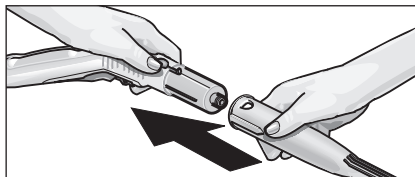

Fig. 2: Empalme de un accesorio a la pistola aplicadora de vapor
- Acople el accesorio que se vaya a utilizar (D1,E1,F1) a la pistola aplicadora de vapor (C1). Para ello, empalme el extremo tubular del accesorio a la pistola aplicadora de vapor (C1). Empuje el accesorio sobre la pistola hasta que la tecla de desbloqueo (C2) de ésta quede enclavada (véase la fig. 2).